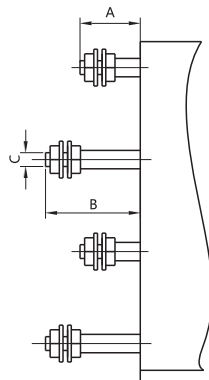

图8
注：a、①安装板开孔 b、螺栓后接线端子见图8和表9
c、螺栓后接线端子见图8和表9